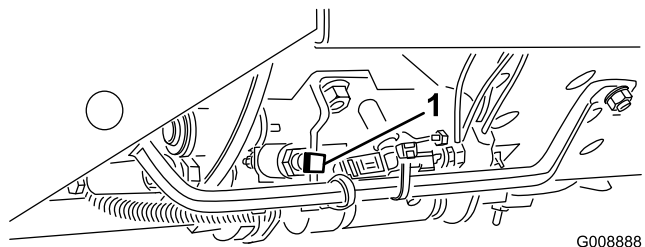

図 19
**重要** 刈り込み速度は、出荷時に 9.7 km/h に調整されています。ストップねじ（図 19）の調整で速度を上げることができます。